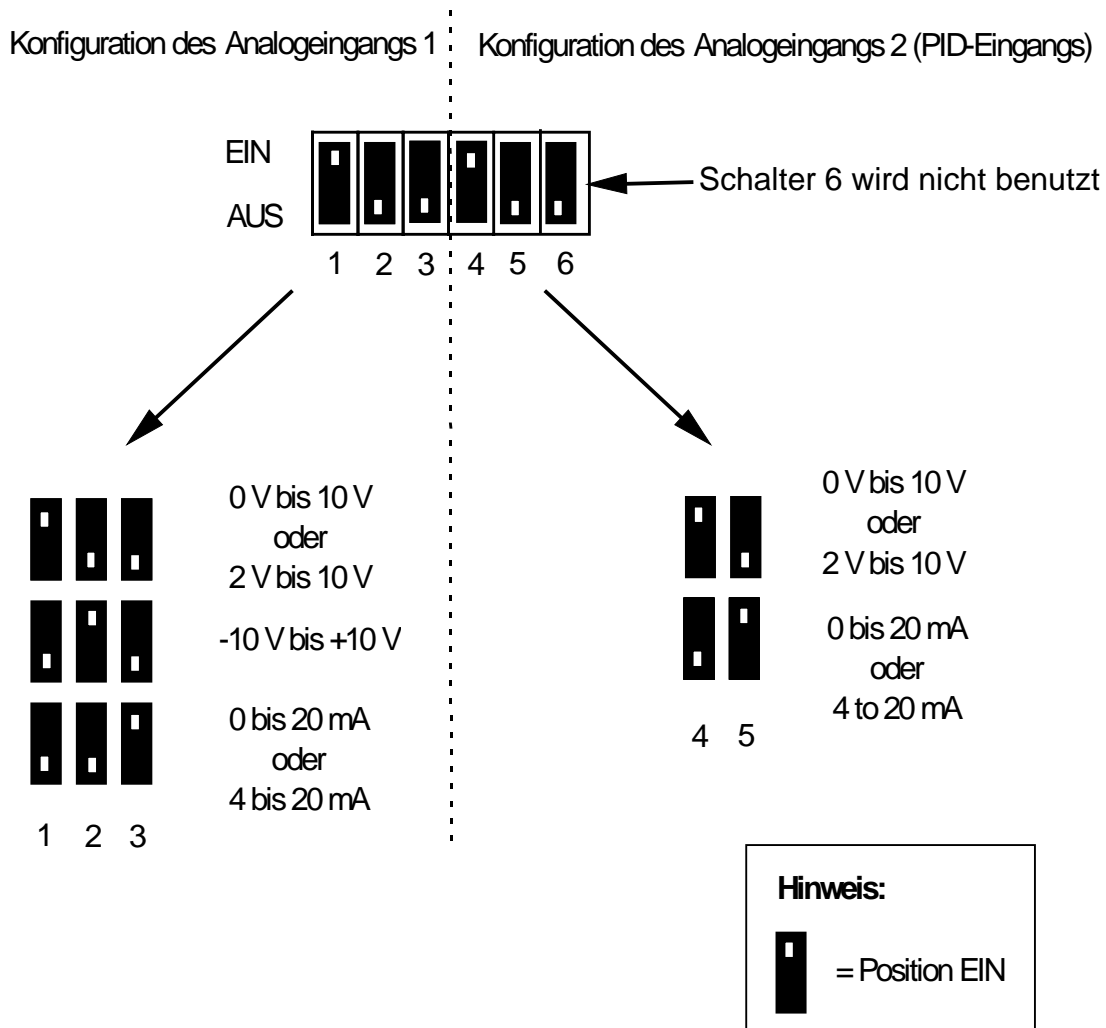
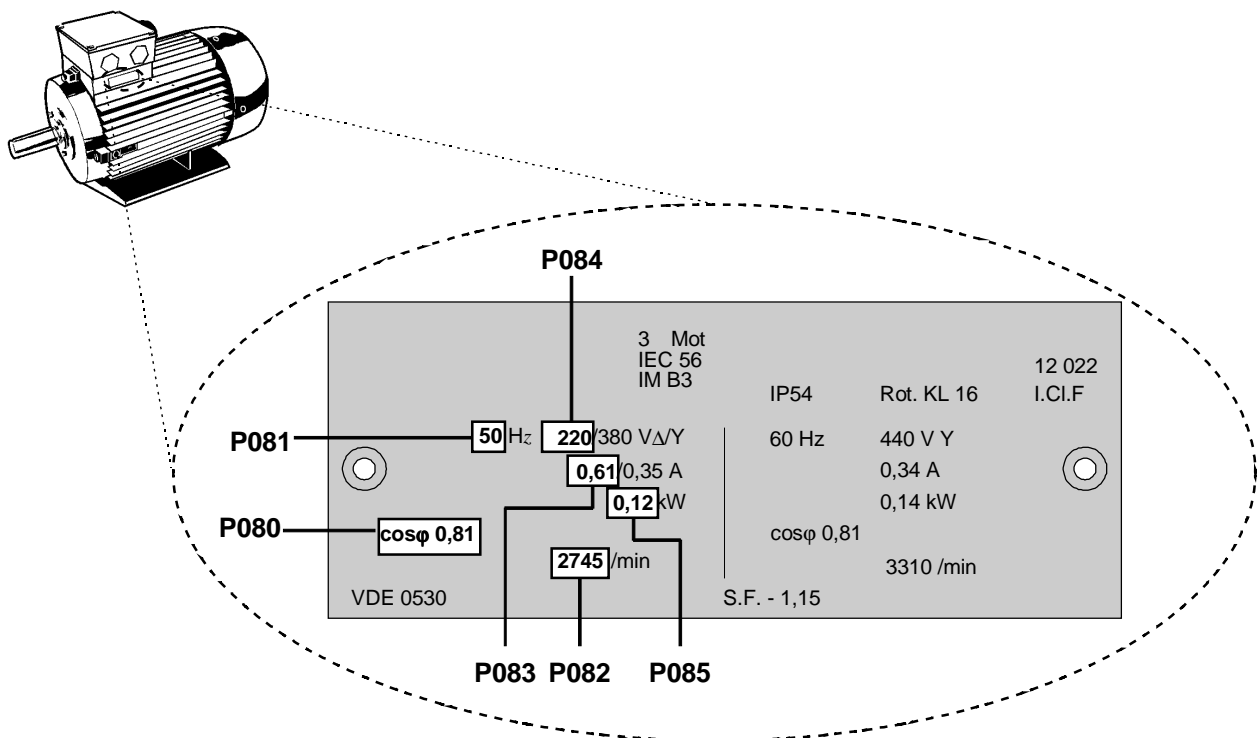

Bild 10. DIP-Wahlschalter
Bild 11: Beispiel für ein Motortypenschild
DIP-Schalter ermöglichen die Wahl zwischen analogen Spannungs- (V) und Stromsignalen (I) (*DIP-Wahlschalter siehe Bild 10*). Zugang zu diesen Schaltern besteht nur, wenn die Klappe in der Frontplatte hochgeklappt ist (*siehe Bild 3*).
Die 5 DIP-Wahlschalter wurden in Übereinstimmung mit P023 oder P323 entsprechend dem Umrichterbetrieb eingestellt. Bild 10 unten zeigt die Einstellungen der Schalter für verschiedene Betriebsarten.
- (1) Der Umrichter ist nicht mit einem Netz-Hauptschalter ausgestattet und steht somit, wenn er an das Netz angeschlossen ist, immer unter Spannung. Er wartet mit gesperrtem Ausgang, bis die EIN-Taste betätigt wird, bzw. wartet auf ein digitales EIN-Signal über Klemme 5 (nach rechts drehen), oder Klemme 6 (nach links drehen) - *siehe Parameter P051 - P055 und P356*.
- (2) Falls festgelegt wurde, daß die Ausgangsfrequenz angezeigt werden soll (P001 = 0), wird der entsprechende Sollwert ungefähr alle 1,5 Sekunden angezeigt, während der Umrichter kein Ausgangssignal liefert.
- (3) Der Umrichter ist ab Werk für Standardanwendungen mit 4-poligen Norm-Motoren programmiert. Bei Verwendung anderer Motoren, müssen die Daten vom Typenschild des Motors in die Parameter P080 bis P085 eingegeben werden (*siehe Bild 11*). **Bitte beachten Sie, daß diese Parameter nur zugänglich sind, wenn P009 auf 002 oder 003 eingestellt wurde.**
- (1) Die Steuerklemme 5 über einen einfachen Ein-/Aus-Schalter mit Klemme 9 verbinden. Damit wird der Umrichter für Rechtslauf eingestellt (Standardbelegung).
- (2) Die Abdeckung wieder aufsetzen und Netzstrom an den Umrichter anlegen. Den Parameter P009 auf 002 oder 003 einstellen, um das Einstellen sämtlicher Parameter zu ermöglichen.
- (3) Durch Einstellen des Parameters P006 auf 000 den digitalen Sollwert vorgeben.
- (4) Durch Einstellen des Parameters P007 auf 000, Digitaleingänge aktivieren [d.h. DIN1 (Klemme 5) im vorliegenden Fall] und die Bedienelemente auf der Frontplatte sperren.
- (5) Den Parameter P005 auf den gewünschten Frequenzsollwert einstellen.
- (6) Die Parameter P081 bis P085, entsprechend dem Motor-Typenschild, einstellen (*siehe Bild 11*).
- (3) DIP-Wahlschalter 1, 2 und 3 zur Konfiguration des Analogeingangs auf Spannungseingang (V) einstellen (*siehe Bild 10, Abschnitt 3.1.2*).
- (4) Die Abdeckung wieder aufsetzen und Netzstrom an den Umrichter anlegen. Den Parameter P009 auf 002 oder 003 einstellen, um das Einstellen sämtlicher Parameter zu ermöglichen.
- (5) Durch Einstellen des Parameters P006 auf 001, den Analogsollwert vorgeben.
- (6) Durch Einstellen des Parameters P007 auf 000, Digitaleingabe vorgeben [d.h. DIN1 (Klemme 5) im vorliegenden Fall], und die Bedienelemente auf der Frontplatte sperren.
- (7) Die Parameter P021 und P022 so einstellen, daß sie die niedrigste und die höchste gewünschte Ausgangsfrequenz angeben.
- (8) Die Parameter P081 bis P085, entsprechend dem Motor-Typenschild, einstellen (*siehe Bild 11*).